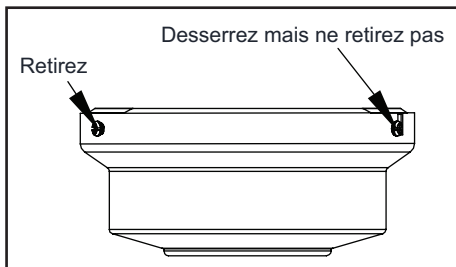

Figure 6
2. Retirez le support de fixation de la monture en desserrant les quatre vis sur le dessus de la monture. Retirez les deux vis sans empreinte fendue et desserrez les vis à empreinte fendue. Cette étape permettra de retirer le support de fixation. (Figure 6)